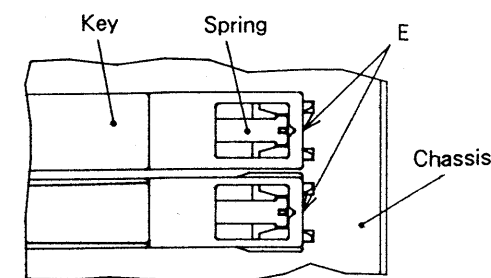
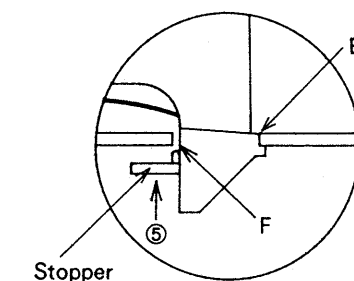

Fig.9
Fig.10
3. Referring to Fig.9 and Fig.10, verify that there is no clearance at the portion E between the key fulcrum and the chassis. Pressing the stopper in the direction of arrow ⑤, attach it on the portion F as shown in Fig.10.
3. キー支点部とシャーシ係合部のあいだEに、すき間の無いことを確認する。ストッパーをシャーシ裏側に、Fig.10 に示す F に沿って、シャーシとキーのすき間に押し込むようにして貼る。